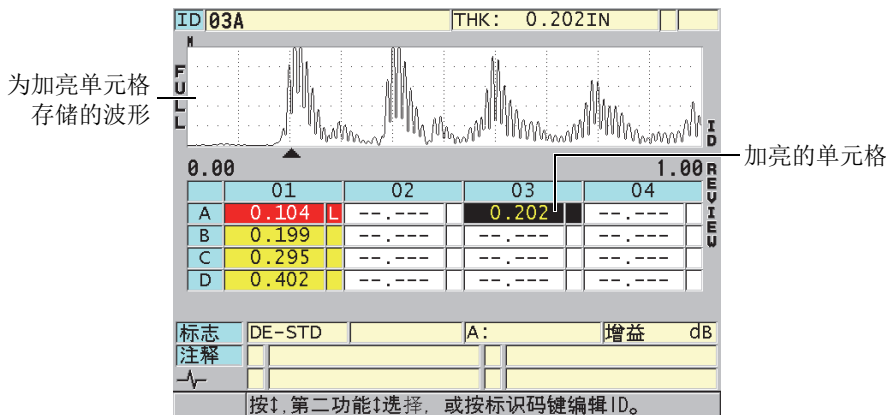

图 10-13 ID 查看屏幕中被加亮显示的 DB 栅格单元格
3. 在 ID 查看屏幕中（参见第 158 页的图 10-13）：